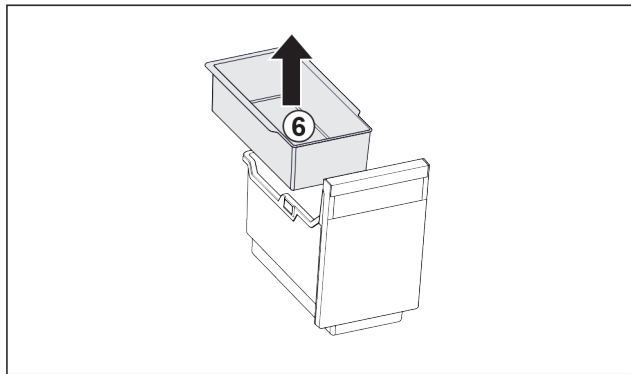

Fig. 90
- ▶ Извлеките Fig. 90 (6) подвесной лоток.